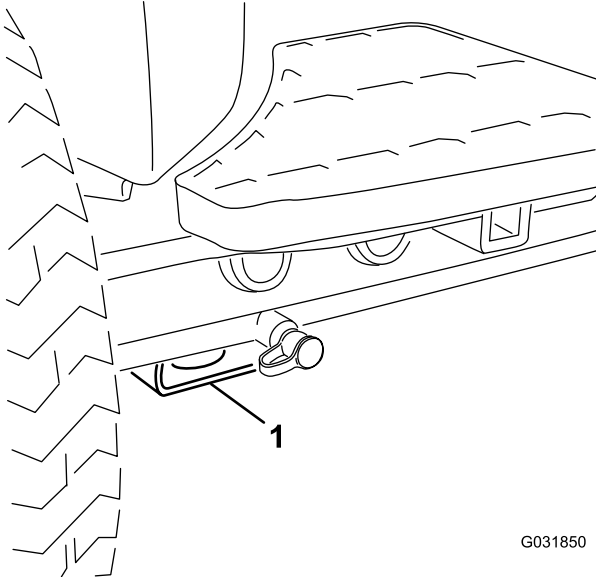

Bild 63
- **Vorderseite der Maschine:** Loch im rechteckigen Polster unter dem Achsenrohr in jedem Vorderreifen (Bild 63).